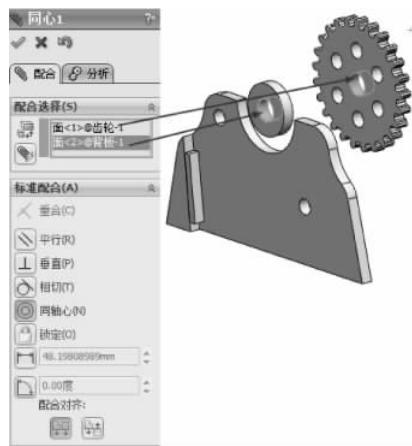

图 3-138 同轴心配合
(1) 单击【装配体】工具栏中的【配合】按钮 ，弹出【配合】的属性设置。选择【标准配合】选项组下的【同轴心】配合类型 ，在【要配合的实体】选择框 中选择如图 3-138 所示的面，其他保持默认，单击【确定】按钮 ，完成同轴心配合。